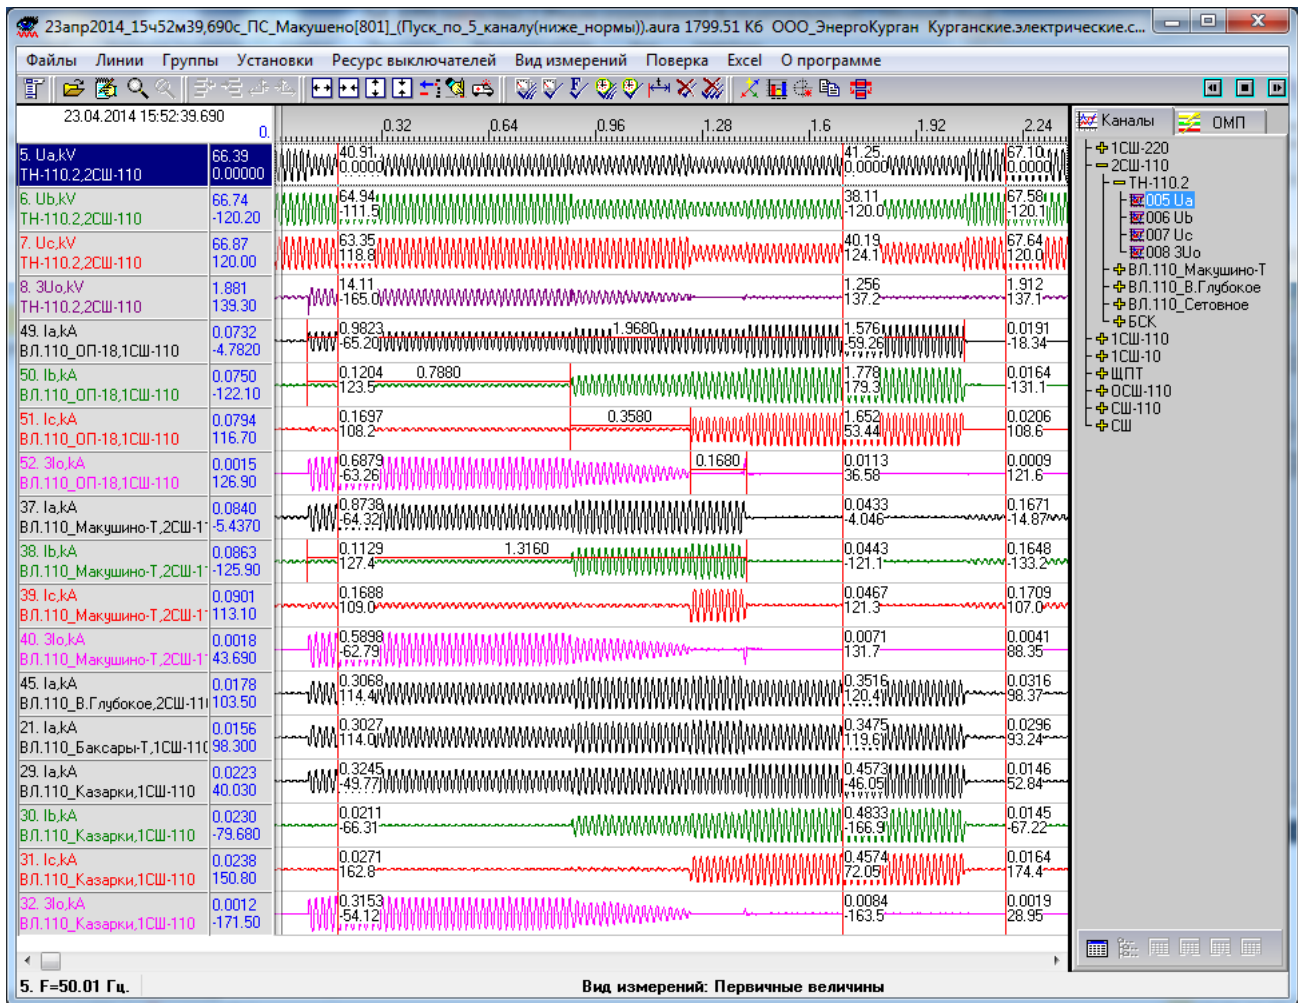
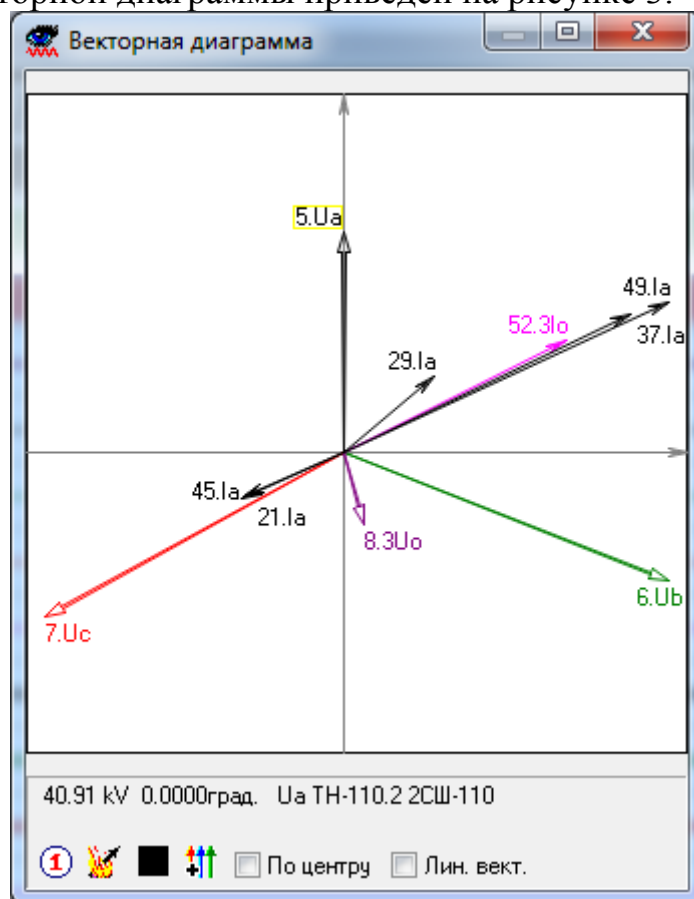

Рисунок 2 – Пример осциллограммы устройства АУРА
Рисунок 3 – Пример векторной диаграммы устройства «АУРА»
- анализ файла аварии (рисунок 2) и векторной диаграммы (рисунок 3) показал, что повреждение произошло на присоединении ВЛ-110 ОП-18 (наибольший ток по всем отходящим присоединениям);